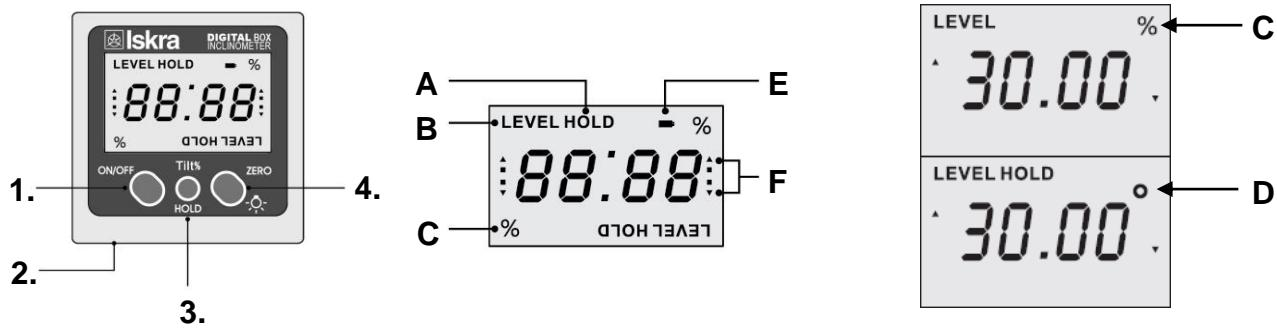

FIG. 1
- Uglomer prislonite uz prvu površinu (pomoću magneta, koji su ugrađeni na donjoj strani, uglomer možete fiksirati na odgovarajućoj površini). Na ekranu će biti ispisano „0.0°“ i oznaka „LEVEL“. To je sada referentna površina. (Fig. 1)
- Kada zatim uglomer nagnete nalevo odn. nadesno ili ga prislonite uz drugu površinu, na ekranu će biti isписан ugao između tih površina, npr. „7.99°“. Pri tome će dva simbola, strelice („▲“ i „▼“), na levoj i desnoj ivici ekrana prikazivati, u kom smeru ste nagnuli uglomer. (Fig. 1)